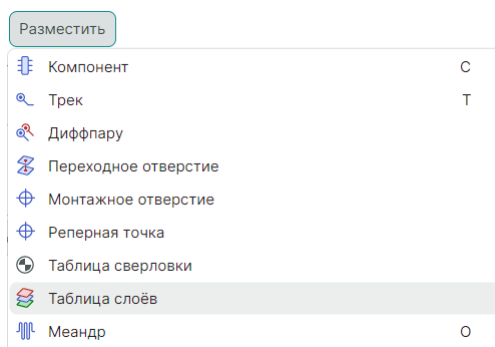

Рис. 54 Инструмент «Таблица слоев»
2. В главном меню программы выберите «Разместить» → «Таблица слоев», см. Рис. 54.